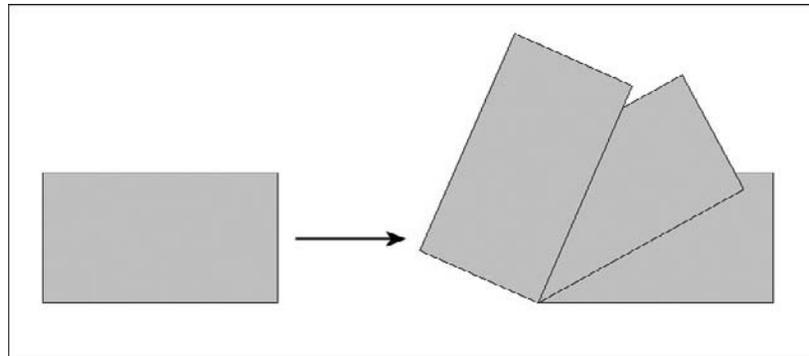

Fig.6.25
- 1] Exécuter la commande de rotation à l'aide d'une des méthodes suivantes (fig.6.25) :